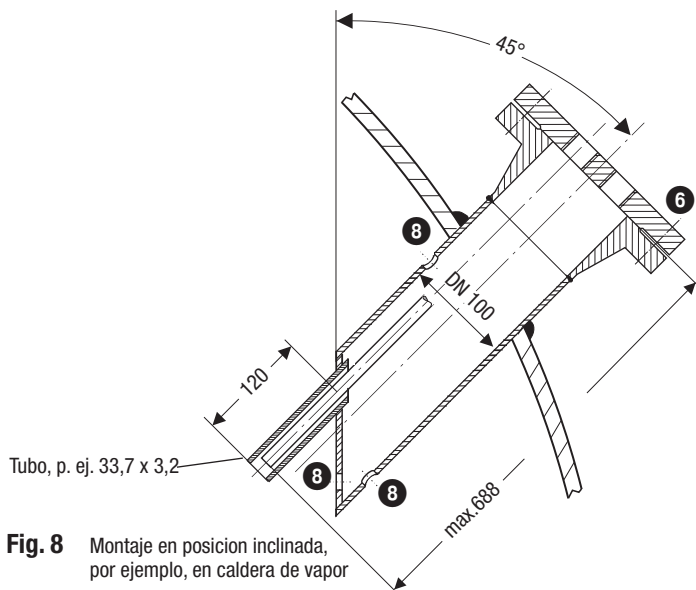

Fig. 8 Montaje en posición inclinada, por ejemplo, en caldera de vapor
- El ángulo de inclinación máxima del electrodo debe ser de 45°, la longitud de la varilla del electrodo está limitada a 688 mm. **Fig. 8**